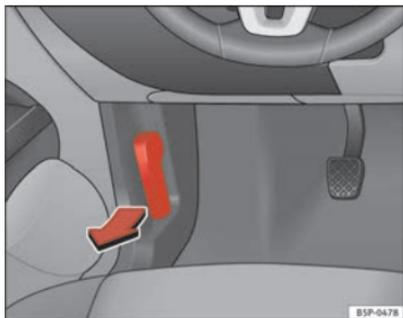

Fig. 164 Pormenor da zona dos pés do lado do condutor: manípulo para a destrancagem do capot do motor.
- Puxar o manípulo que se encontra por baixo do painel de instrumentos ⇒ **fig. 164** no sentido indicado pela seta. O capot fica destrancado pela acção da mola ⇒ .